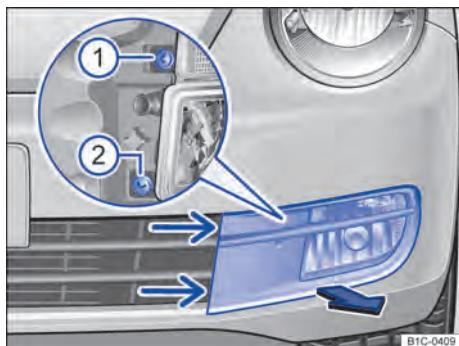
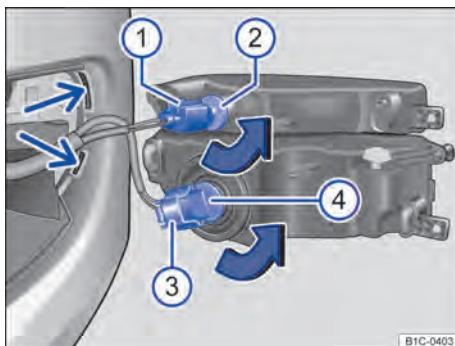

Fig. 188 No para-choque dianteiro à esquerda: desinstalar o farol.
Fig. 189 Substituir a lâmpada incandescente do farol.
Lanterna dianteira dos indicadores de direção  Fig. 189 ②	Farol de neblina / farol direcional ④
2.	Empurrar a cobertura nos encaixes  Fig. 188 (setas finas) com o gancho extrator das ferramentas de bordo  Página 303 um pouco para frente até que os encaixes se soltem.
3.	Puxar a cobertura, iniciando por dentro, para frente no sentido da seta  Fig. 188 .
4.	Desaparafusar os parafusos de fixação ① e ② com a chave de fenda das ferramentas de bordo  Página 303 .	④
5.	Rebater o farol um pouco para frente e removê-lo do alojamento lateral  Fig. 189 (setas pequenas).
6.	Destrar e retirar o conector ①.	Destrar e retirar o conector ③.
7.	Girar o suporte da lâmpada ② no sentido da seta para a esquerda até o batente e, com a lâmpada incandescente, retirar para trás.	Girar o suporte da lâmpada ④ no sentido da seta para a esquerda até o batente e, com a lâmpada incandescente, retirar para trás.
10.	Encaixar o conector ① no suporte da lâmpada ②. O conector precisa encaixar audivelmente.	Encaixar o conector ③ no suporte da lâmpada ④. O conector precisa encaixar audivelmente.
11.	Encaixar o farol no alojamento  Fig. 189 (setas pequenas) e rebater para trás.
12.	Apertar os parafusos de fixação  Fig. 188 ① e ② com a chave de fenda.
13.	Encaixar a cobertura no para-choque, começando por fora  Fig. 188 .